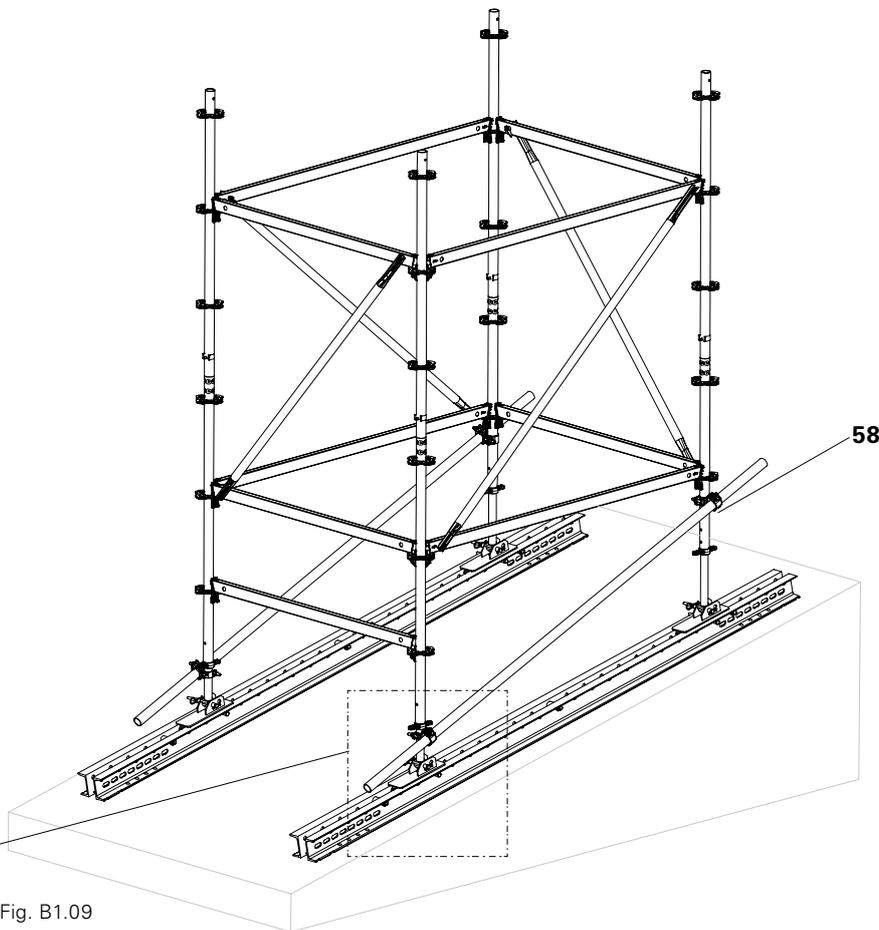

Fig. B1.09
2. Montar el conector MP/SRU (54) sobre la correa SRU con bulón (55). Asegurar el bulón con grupilla de seguridad (56).
3. Como si fueran bases regulables, montar el cabezal husillo SRU (53) al conector MP/SRU con bulón (55) y grupilla de seguridad (56).
4. Insertar el cabezal husillo SRU (53) en los verticales de arranque (2) y asegurar con la fijación husillo UJS (6).
5. Colocar los verticales adaptados a la inclinación (4) y rigidizar con largueros (3) en el primer nivel de rosetas.
7. Rigidizar con tubos diagonales los verticales mas altos entre el cabezal husillo SRU y el vertical con espiga UVR. Para ello, montar una grapa giratoria DK 38/48 (57) en el cabezal husillo SRU, lo más cerca posible del conector MP/SRU. Montar una grapa giratoria DK 48/48 (58) en el vertical, justo por arriba de la primera roseta.
8. Continuar montando la torre de carga como indicado en el punto A1. (Fig. B1.09 - B1.09a)